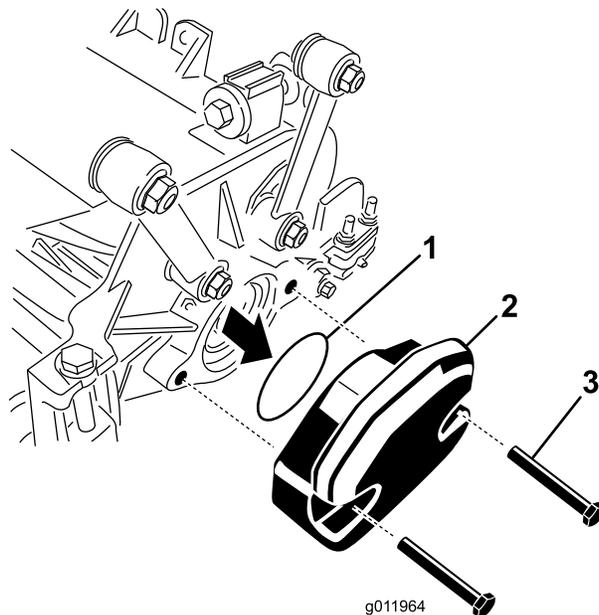

Рисунок 23
2. Снимите груз и уплотнительное кольцо (Рисунок 23) с внутреннего конца правого режущего блока.